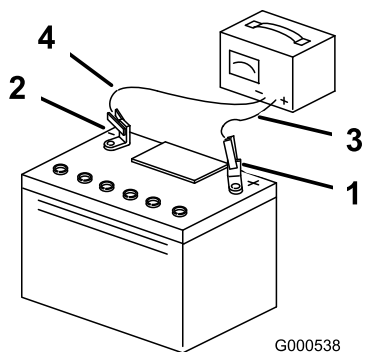

Figura 36
4. Cuando la batería esté completamente cargada, desconecte el cargador de la toma de electricidad, luego desconecte los cables del cargador de los bornes de la batería (Figura 36).